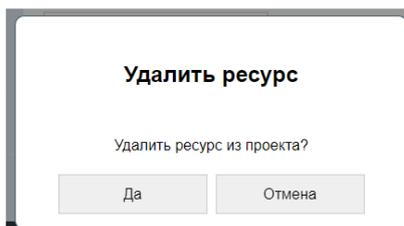

Рисунок 4.9 – Диалоговое окно подтверждения удаления ресурса
- 3) в появившемся диалоговом окне подтверждения удаления ресурса (см. рисунок 4.9) нажать «Да» (для отмены удаления нажать «Отмена»).